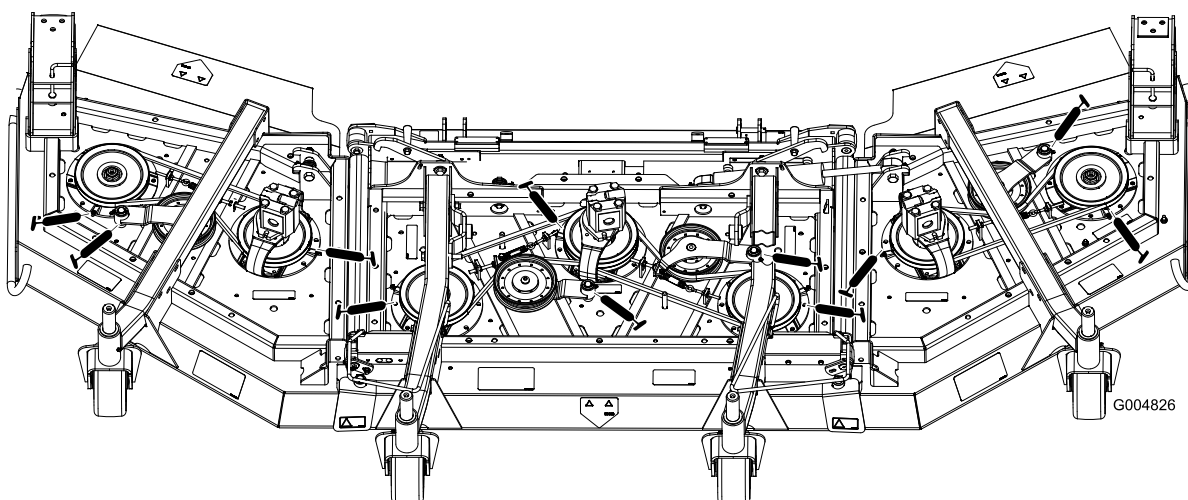

Figura 42
- 3 cuscinetti dell'asse del mandrino – situati sotto la puleggia (Figura 42)
- 2 boccole orientabili del braccio di rinvio (Figura 42)